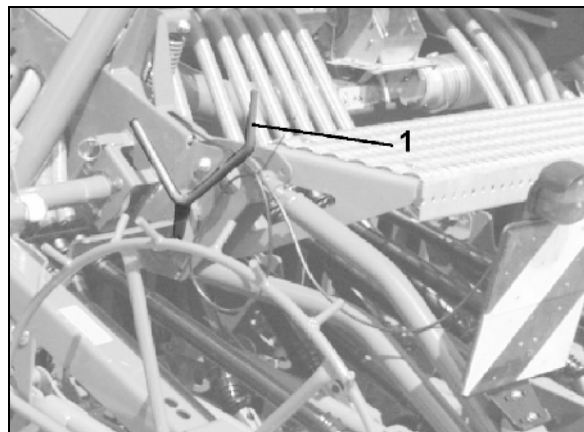
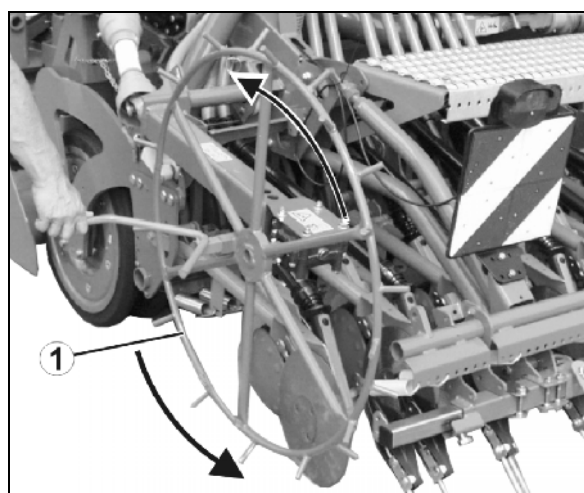

Рис. 114
Рис. 115
2. Выньте рукоятку для установки нормы высева (Рис. 114/1) из транспортировочного крепления.
4. Вставьте рукоятку для установки нормы высева (Рис. 114/1) в колесо с почвозацепами (Рис. 115/2).